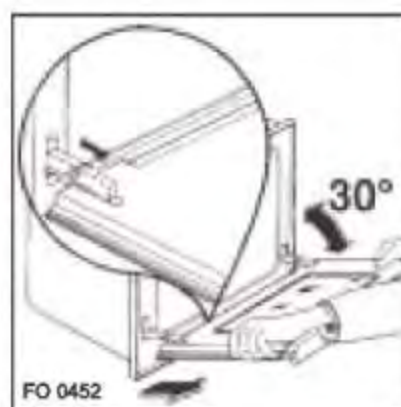

Рис. 7
- полностью откройте дверцу, приподнимите небольшие рычажки, расположенные на двух шарнирах, и поверните рычажки внутрь (рис. 7);